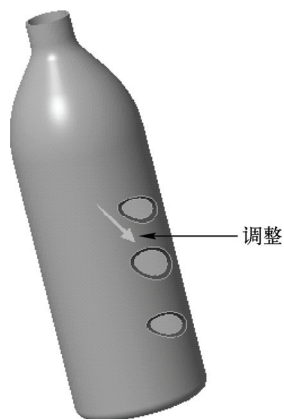

图 10-80 调整方向
STEP 03 打开“实体化”选项卡，单击“移除材料”按钮，并在绘图区中调整方向，如图 10-80 所示。